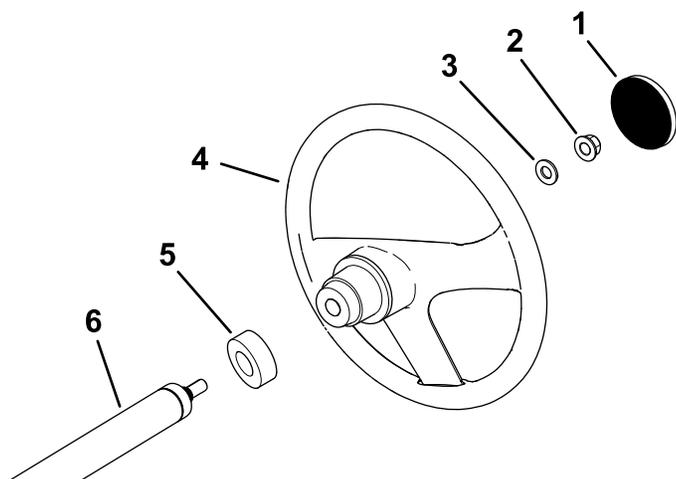

図 3
1. ハンドルのハブにカバーがついている場合には、これを取り外す 図 3。
2. ステアリングシャフトからロックナット½"を外す 図 3。
3. ステアリングシャフトに、ハンドル、ダストカバー、ワッシャ½"を取り付ける 図 3。
5. ハンドルにキャップを取り付ける 図 3。